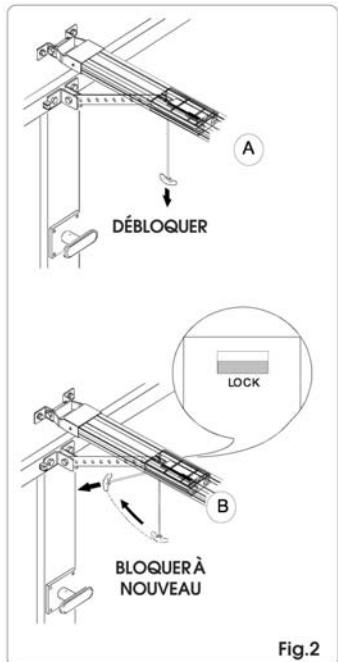

Fig.2
- Déverrouiller l'opérateur en tirant vers le bas le levier de déverrouillage (fig. 2 réf. A).
- Bloquer de nouveau l'automatisme en tirant la poignée horizontalement (fig. 2 réf. B) ; au relâchement, vérifier que la fenêtre "LOCK" située sous du chariot est rouge (réarmement effectué).